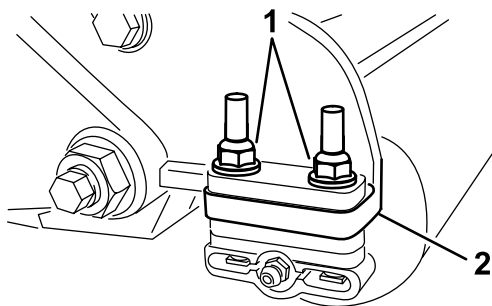

Bild 1
- Entfernen Sie die beiden Sicherungsbundmutter und Unterlegscheiben, mit denen jede Rollenhalterung an den Seitenplatten befestigt ist (**Bild 1**). Entfernen Sie die Schrauben nicht.